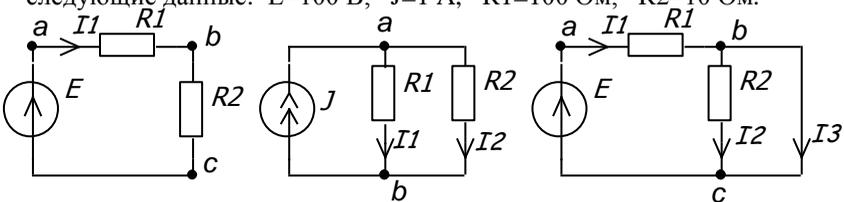

Рис. 1.3
3. Вычислить токи и напряжения в схемах рис. 1.3, если заданы следующие данные:  $E=100$  В,  $J=1$  А,  $R_1=100$  Ом,  $R_2=10$  Ом.